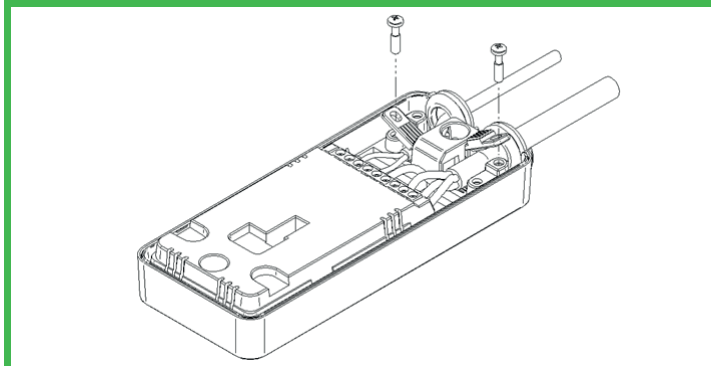

Fig. 7 - Câblage sans boîte de dérivation
7. Établir le câblage comme indiqué dans les schémas de connexion aux figures 7 et 8 pour le système approprié. Pour le câblage de surface, veiller à ce que les passe-câbles soient ajustés au câble avant l'insertion dans les blocs de connexion. Pour les câbles traversant les murs, retirer les attaches du couvercle arrière et faire passer les câbles d'alimentation avant de procéder au câblage dans les blocs de connexion.